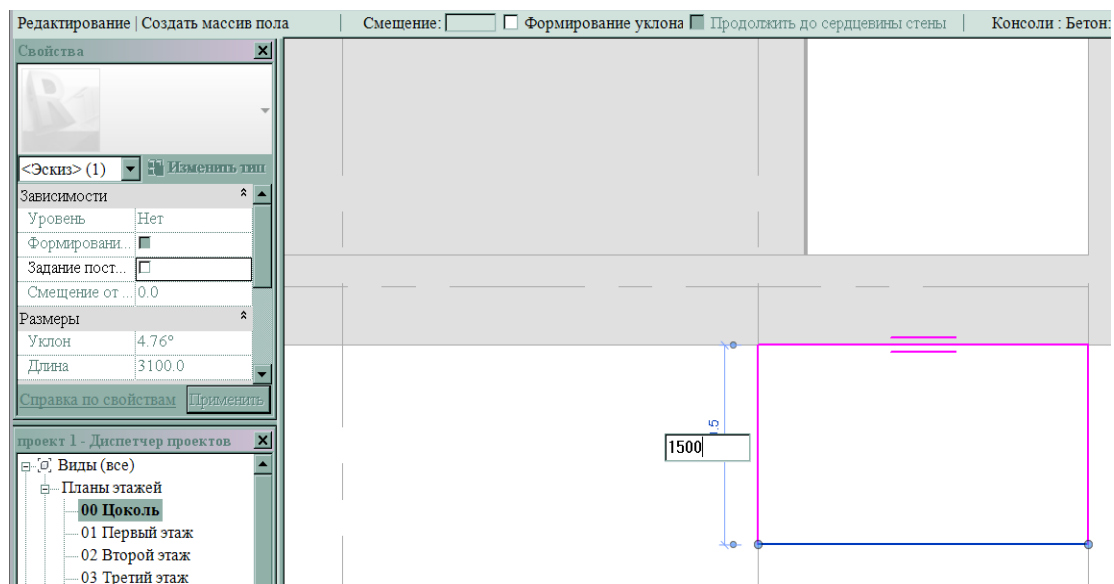

Рис. 70
5. Создать эскиз плиты в правом нижнем углу цоколя с длиной 3100мм и шириной 1500мм (рис. 70).